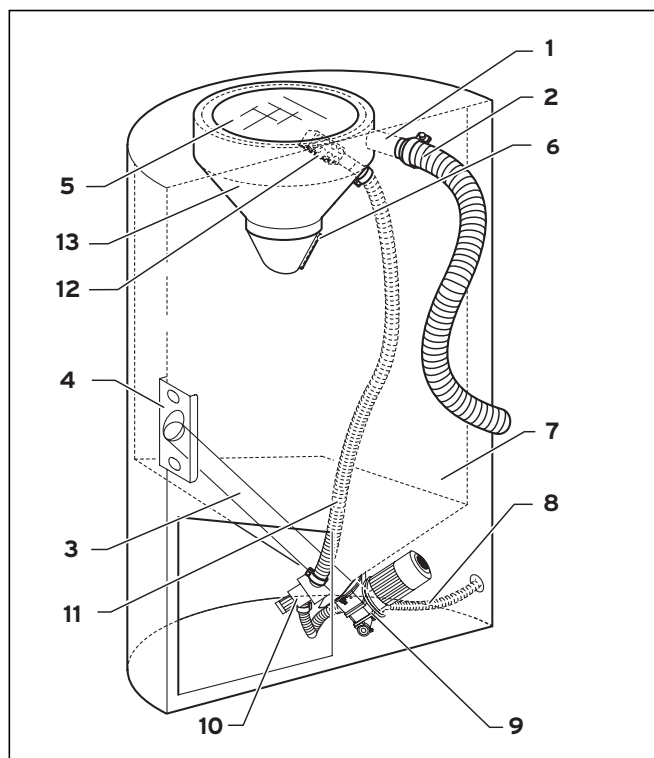

Abb. 5.6 Funktionselemente des Vorratsbehälters für Saugausstragung
Ansaugstutzen: Am Ansaugstutzen (1) ist der Pelletförderschlauch (2) angeschlossen. Über diesen werden die Pellets mit Unterdruck aus dem Pelletlager angesaugt und dem Zyklon (13, Abb. 5.6) zugeführt.
Einschubschnecke: Die Einschubschnecke (3) fördert die Pellets aus der Vorratskammer (7, Abb. 5.6) bis zu dem Fallschacht.